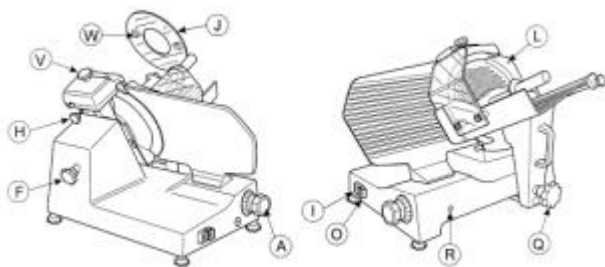

Fig. 2
La trancheuse doit toujours être propre pour des raisons évidentes d'hygiène. Démonter et nettoyer la machine en fin de journée et chaque fois que l'on change de type de produit à trancher (ex. de la viande fraîche à la viande cuite) selon la séquence indiquée sur la fig. 2.
5.1 Nettoyage (Fig. 2)